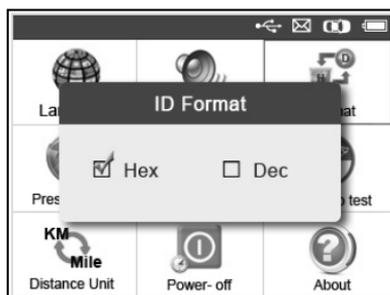

Imagen 3.5
- 2) Desde la pantalla de **formato del identificador**, utilice el botón de desplazamiento **IZQUIERDA/DERECHA** para seleccionar el formato de identificador deseado. (Imagen 3.5)